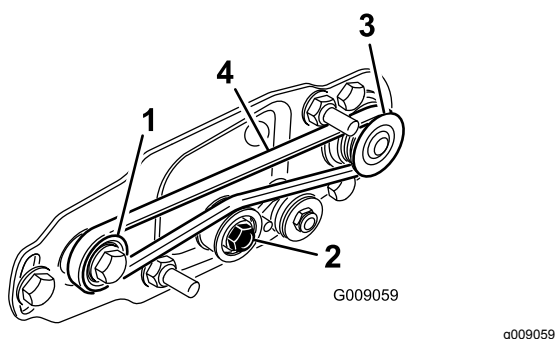

Figura 28
- A. Coloque la correa alrededor de la polea motriz y luego por encima de la polea tensora (Figura 28).